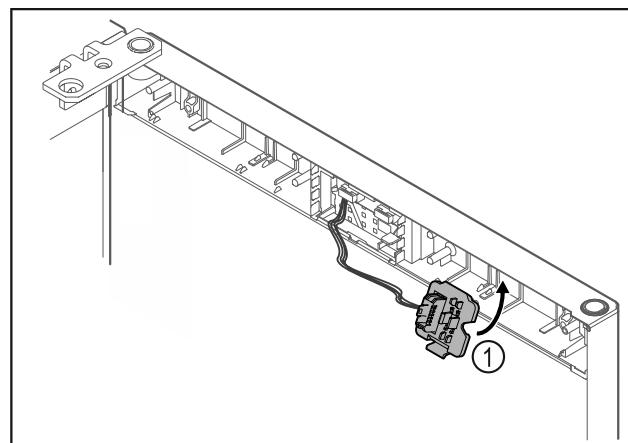

Fig. 21
- Držalo vtiča Fig. 21 (1) pritrdite na nasprotno stran.